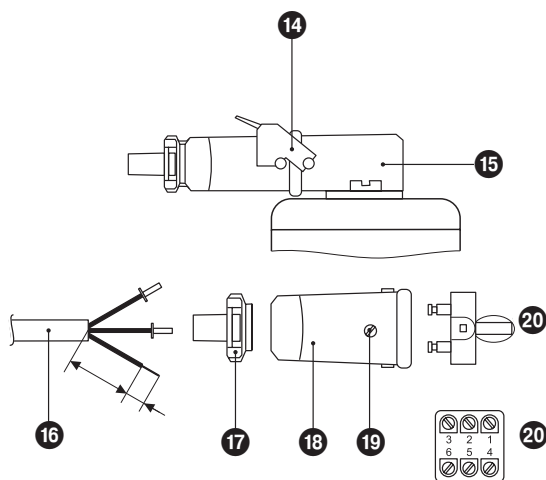

Fig. 4
1. Haltebügel **14** hochklappen und Steckeroberteil **18** von der Niveauelektrode abziehen. **Fig. 4**
2. Haltebügel **14** hochklappen und Steckeroberteil **18** von der Niveauelektrode abziehen. **Fig. 4**